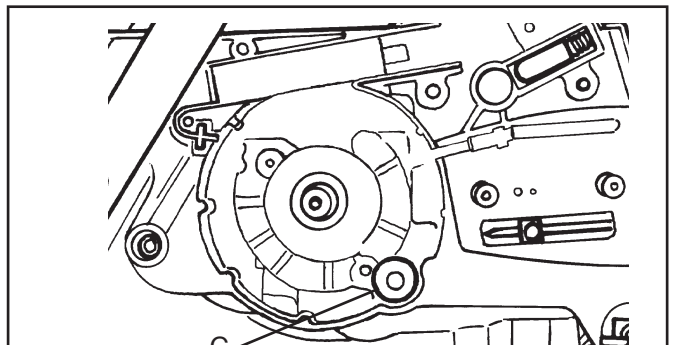

Fig. 3
6. A l'aide d'une pince demi-ronde retirer le tuyau d'aspiration (C) et le filtre. Voir fig. 3.
1. Monter le tuyau d'aspiration (C) dans le trou du carter moteur. Voir fig. 3.
- Unité de pompage (C dans la fig. 3)